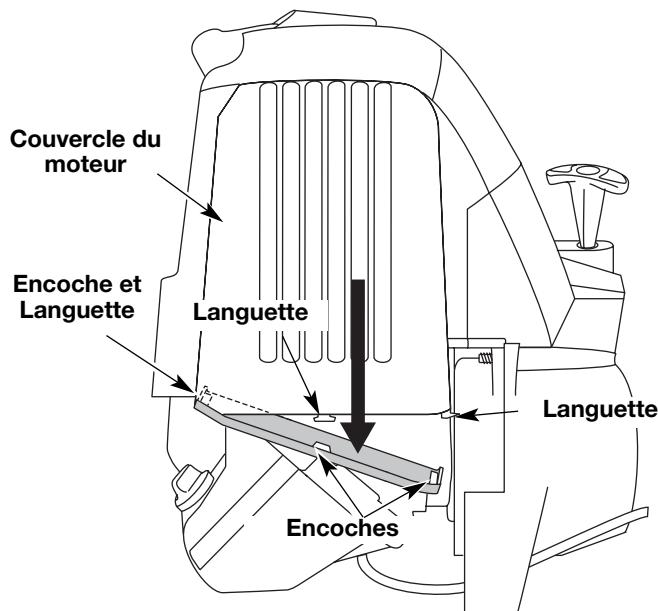

Figure 36
1. Retirez le couvercle du silencieux en appuyant sur le coin à l'aide d'un tournevis à lame plate (Fig. 36). Glissez les encoches sur les côtés du couvercle par-dessus les languettes du couvercle du moteur et retirez le couvercle.
13. Replacez le couvercle du silencieux. Glissez avec un déclic les encoches sur les côtés du couvercle par-dessus les languettes du couvercle du moteur (Fig. 36).